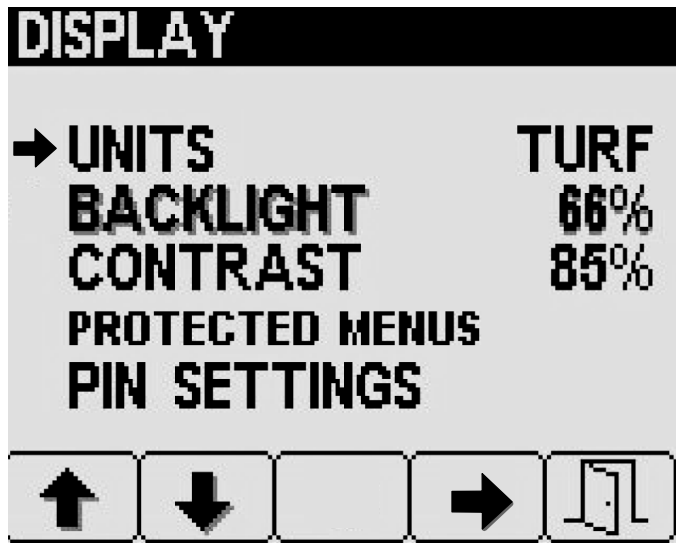

図 25
- 表示Display画面でボタン1や2で単位Unitsへ移動し、ボタン4でそれを選択する 図 25。